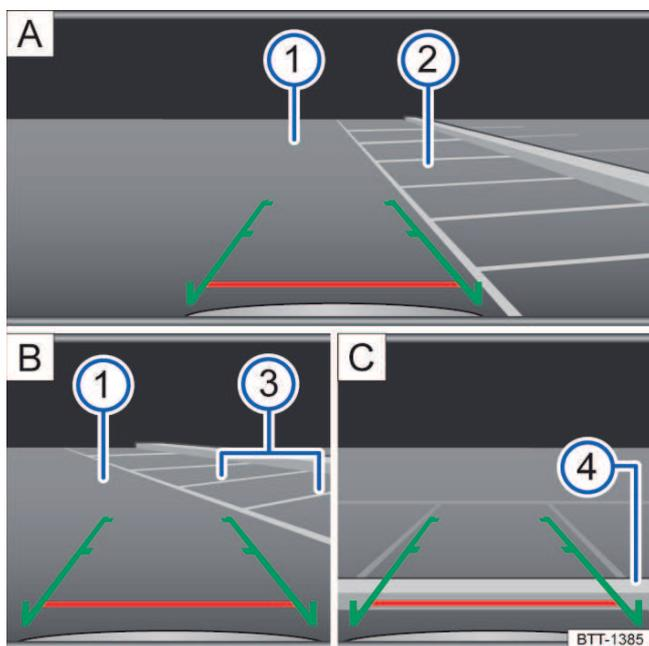

Fig. 106 Exibição do display do sistema de estacionamento com a câmera de marcha a ré.
Legenda para Fig. 106:
- Posicionar o veículo na frente da vaga de estacionamento → Fig. 106 ② A.
- Conduzir para trás lentamente e manobrar de modo que as guias verdes laterais conduzam entre as linhas de delimitação da vaga de estacionamento delimitada ② A.
- Alinhar o veículo na vaga de estacionamento selecionada de modo que as guias verdes laterais fiquem em cima das linhas de limitação lateral ③ B.
- Parar o veículo, quando a linha vermelha atingir a limitação traseira ④ C.